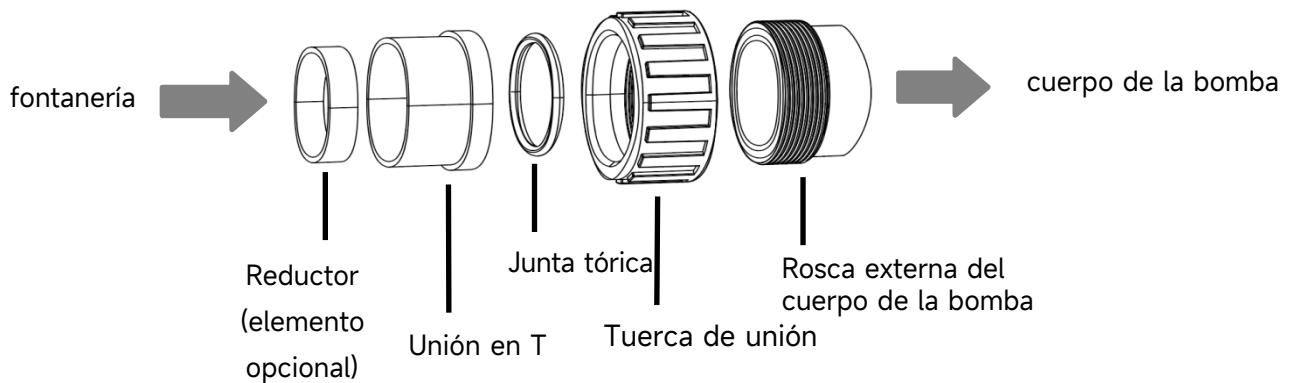

Figura 3 - Kit de unión
- 3) Utilice el KIT DE UNIÓN suministrado por el fabricante de la bomba (consulte la figura 3). No utilice otros racores para conectar la entrada/salida de la bomba, ya que podrían no ser compatibles y dañar el cuerpo de la bomba.